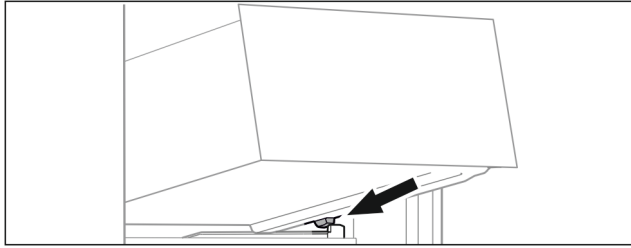

Fig. 97
- ▶ Asetage sahtel kaldu peatajate taga anumaribile. (vt. Fig. 97)